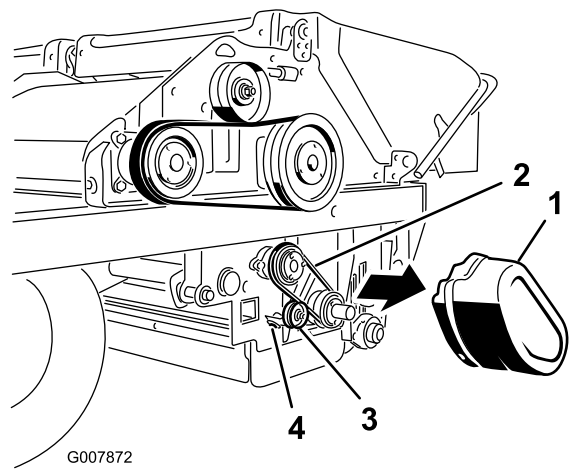

Figure 61
3. Poussez la poulie de tension contre la courroie et serrez l'écrou de la poulie de tension (Figure 61).
1. Retirez le couvercle de la courroie (Figure 61).
2. Desserrez l'écrou sur la poulie de tension (Figure 61).